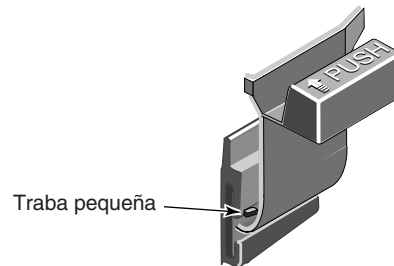

Figura 7 – Pasador de seguridad
PASADOR DE SEGURIDAD (Consulte la Figura 7)
1. Oprima la pequeña traba detrás del pasador de seguridad y presione o golpetee para sacar el pasador de la ranura en forma de T en el tanque (consulte la Figura 7).